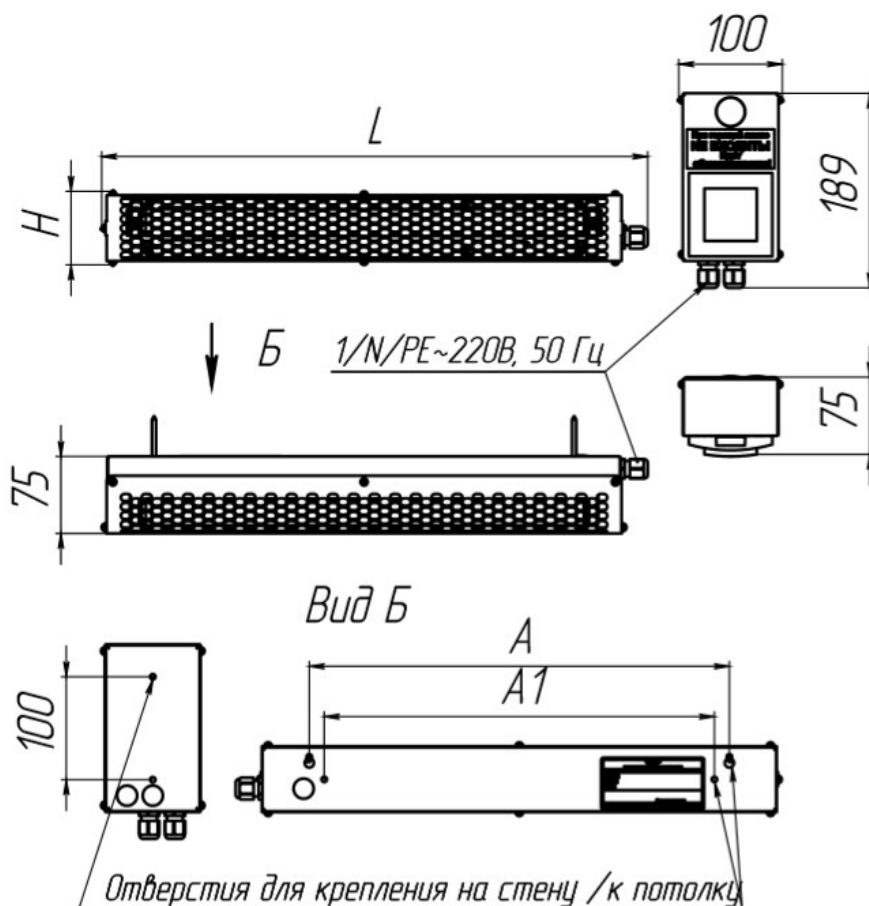

Рис.1
1.5 Общий вид облучателя с блоком управления представлен на Рис. 1
4.3 Излучатель монтируется на стену не ниже 1,5 м от пола. Для крепления на корпусе изделия предусмотрены отверстия (Рис.1).